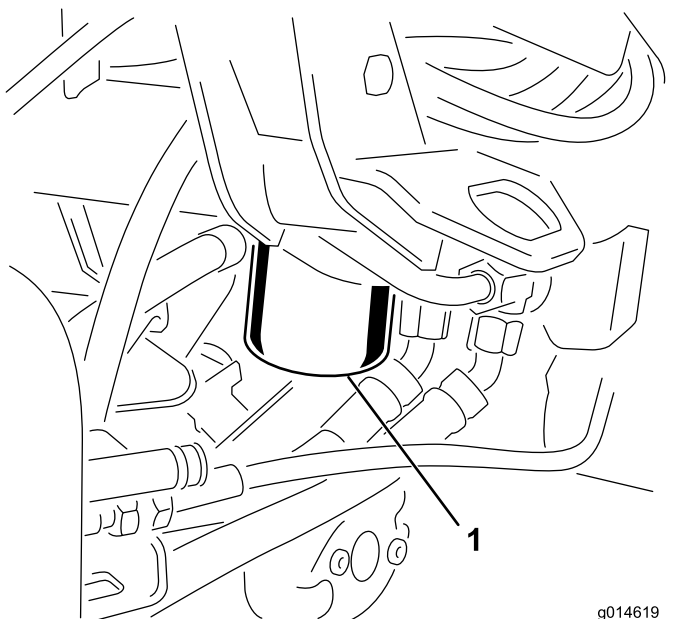

Bild 56
1. Reinigen Sie den Anbaubereich des Filters (Bild 56). Stellen Sie eine Auffangwanne unter den Filter und entfernen den Filter.